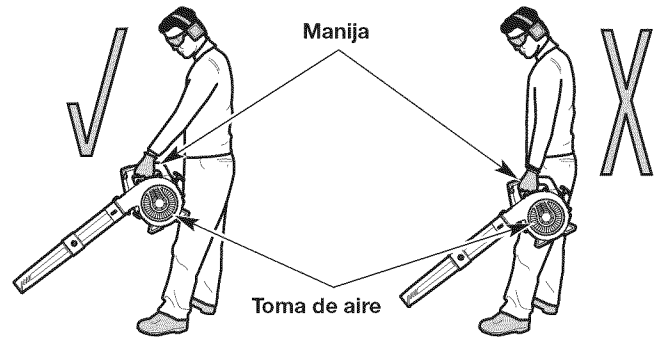

Fig. 8
- Párese en la posición de arranque (Fig. 8). Párese derecho. No se incline sobre el aparato.
- Sostenga la unidad delante y separada del cuerpo (Fig. 8).
**WARNING:** A fin de evitar que se produzcan lesiones graves o daños a la unidad, **NO** sostenga la unidad en su costado (Fig. 8). El motor puede estar muy caliente. **NUNCA** bloquee la toma de aire.